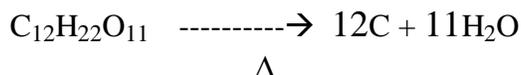

Figura 6.1
- 1.3 Retirar el mechero por un momento y colocar el embudo de vidrio con la boca hacia abajo sobre la cazuela mientras se empaña. (Ver figura 6.1)